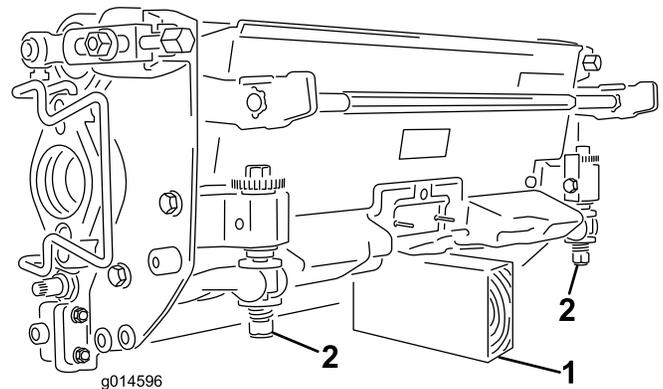

Figura 9
**Importante:** Se for necessário inclinar a unidade de corte para que a lâmina de corte e o cilindro fiquem expostos, coloque um apoio por baixo da unidade de corte para assegurar que as porcas nos parafusos de ajuste da extremidade traseira da barra de apoio não fiquem apoiadas sobre a superfície de trabalho (Figura 9).